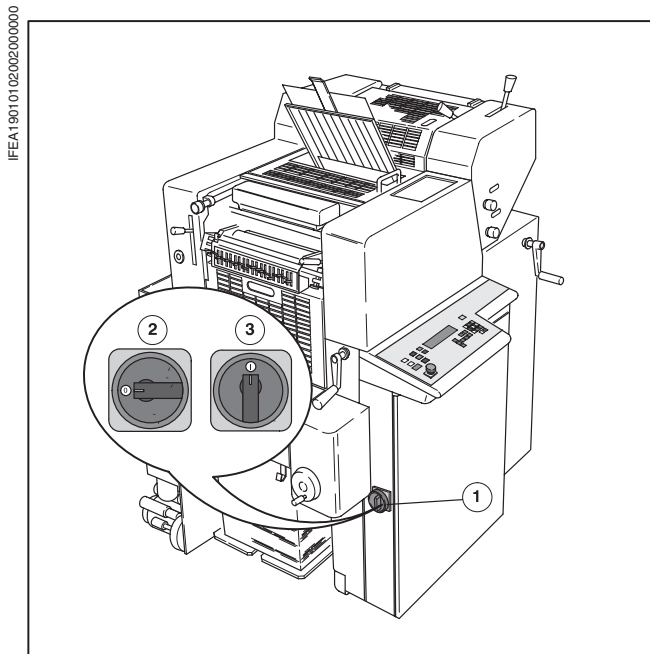

Рис. 1 Главный выключатель
У однокрасочной и двухкрасочной машины главный выключатель находится на электрошкафу под пультом управления со стороны приемки (Рис. 1/①)
- Позиция 0 (Рис. 1/②): машина обесточена.
- Позиция I (Рис. 1/③): машина в рабочем режиме.